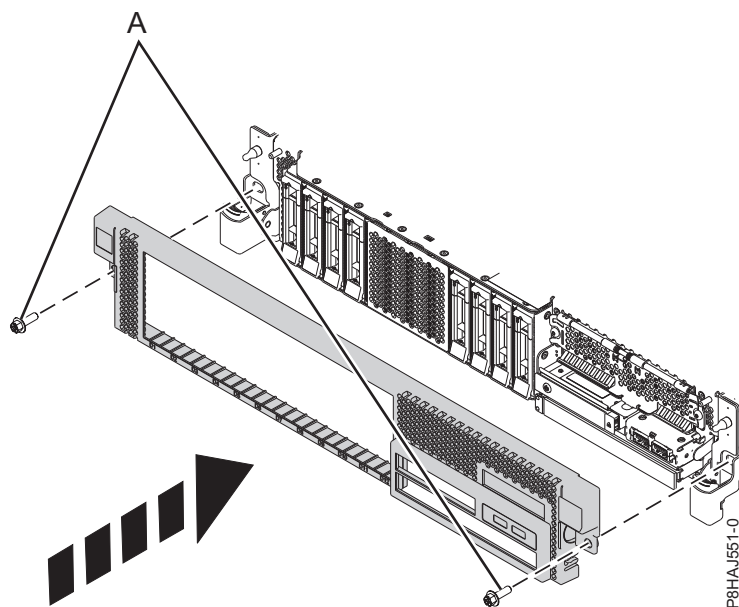

Figura 12. Instal·lació de la coberta frontal
3. Tanqueu els pestells d'alliberament empenyent-los en la direcció que mostra la Figura 12 a la pàgina 31. La coberta queda fixada al seu lloc i té una osca des d'on es pot retenir més fàcilment.
4. Substituïu els cargols de muntatge (A).